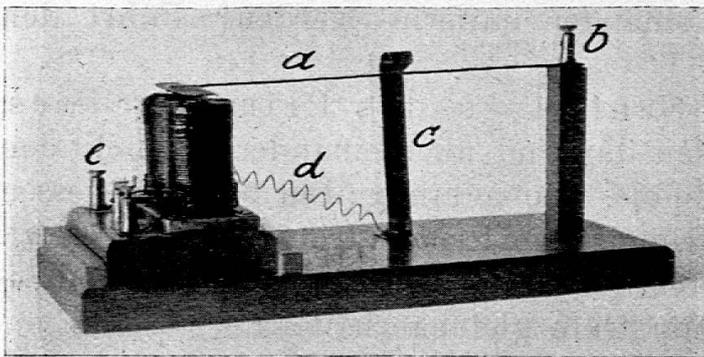

Fig. 32.
**MATERIAL.** Modell des Wagnerschen Hammers. (Fig. 32.) Modell des Induktionsapparates. Stromquelle. Handhaben. Induktionsapparat der Sammlung. Leitungsdrähte.